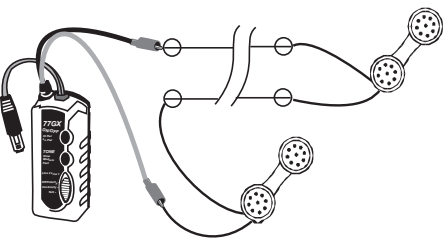

Abb. 2
1. Connectez les fils de test en série à un appareil de vérification des téléphones sur le circuit inactif. Voir la figure 2.
1. Die Messleitungen in Serie an einem Telefonprüfgerät auf dem inaktiven Schaltkreis anschließen. Siehe Abbildung 2.